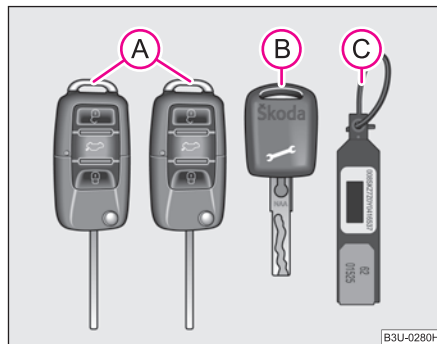

Fig. 18 Juego de llaves
Con su vehículo se entregan dos llaves principales (A) ⇒ fig. 18, una llave de servicio (B) y una plaquita colgante de llave (C). Las llaves principales sirven para todas las cerraduras del vehículo. La llave de servicio permite sólo abrir las puertas y hacer arrancar el motor. La llave de servicio sirve, p. ej., para entregar el vehículo para que se efectúe un servicio o en un hotel.